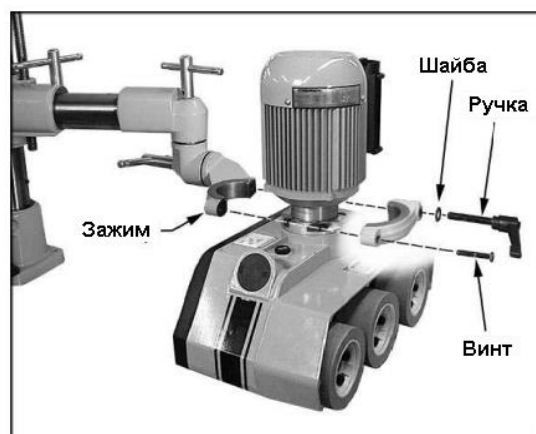

Рисунок 8
18. Выкрутите винт и ручку (рисунок 8) из зажима и снимите внешнюю половину зажима.
Положение ручки (рисунок 8) регулируется. Чтобы затянуть, поверните ручку по часовой стрелке, а затем вытяните ее, поверните против часовой стрелки на штифте и отпустите, убедившись, что она снова встала на штифт. Продолжайте эту процедуру, пока ручка не будет полностью затянута. Функция регулировки положения позволяет изменить положение ручки в любое время, оставляя ее при этом плотно затянутой.